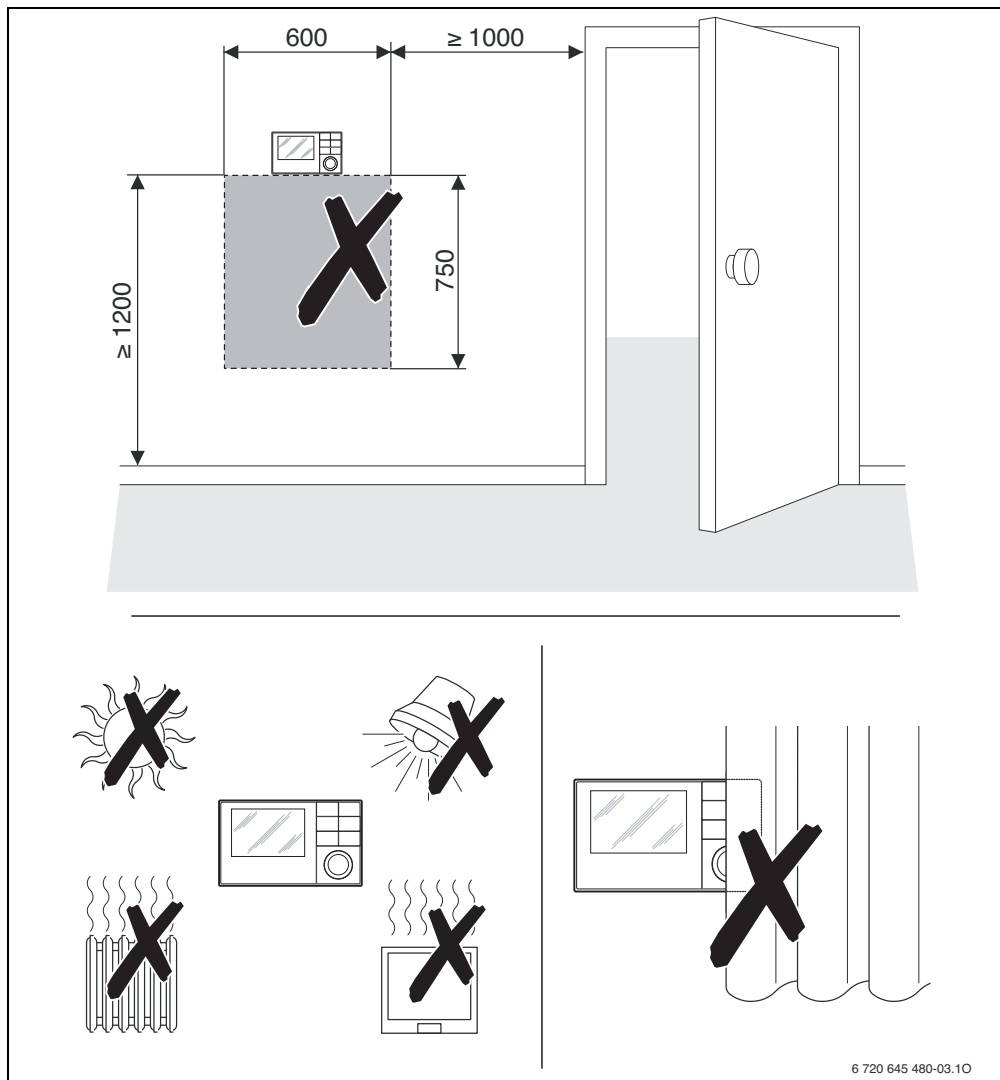

Рис. 4 Місце встановлення в контрольному приміщенні
- Місце установки (= контрольне приміщення) повинно відповідати нормам регулювання опалювальної установки (→ рис. 4, стор. 9).